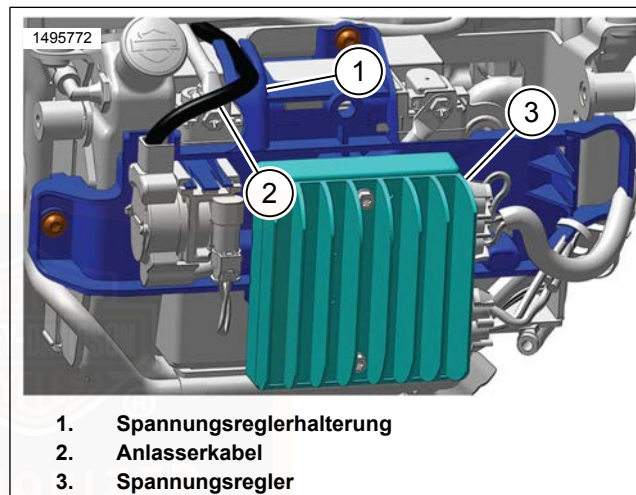

Abbildung 70. Negative Kabelhalterung
a. Siehe Abbildung 70. Das Anlasserkabel (2) in der Halterung (1) verlegen.